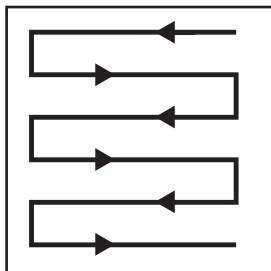

Rys. 14
1. Zwolnić dźwignię uruchamiania (2), aby zatrzymać kosiarkę (rys. 14).